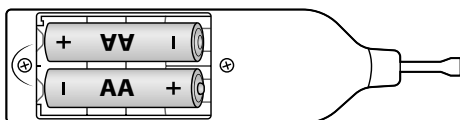

Bild 1
- ◆ Stoppa in batterierna så som framgår av ritningen i vaxsmältarens **1** batterifack **4** (se bild 1).